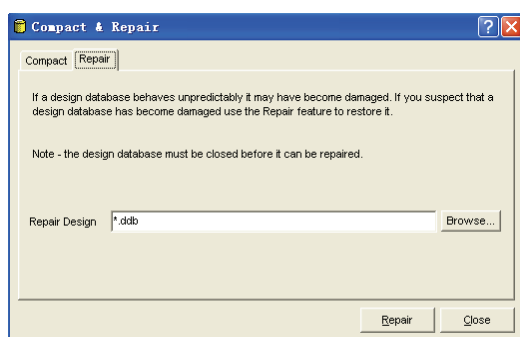

图 2-39 修复设计数据库对话框
(1) 在“Compact”选项卡下单击 Browse... 按钮，浏览并选定需要进行压缩的设计数据库，单击 Compact 按钮，对选定的数据库进行压缩操作。
(2) 在“Repair”选项卡下单击 Browse... 按钮，浏览并选定需要进行修复的设计数据库文件，单击 Repair 按钮，即可完成对设计数据库的修复，如图 2-39 所示。